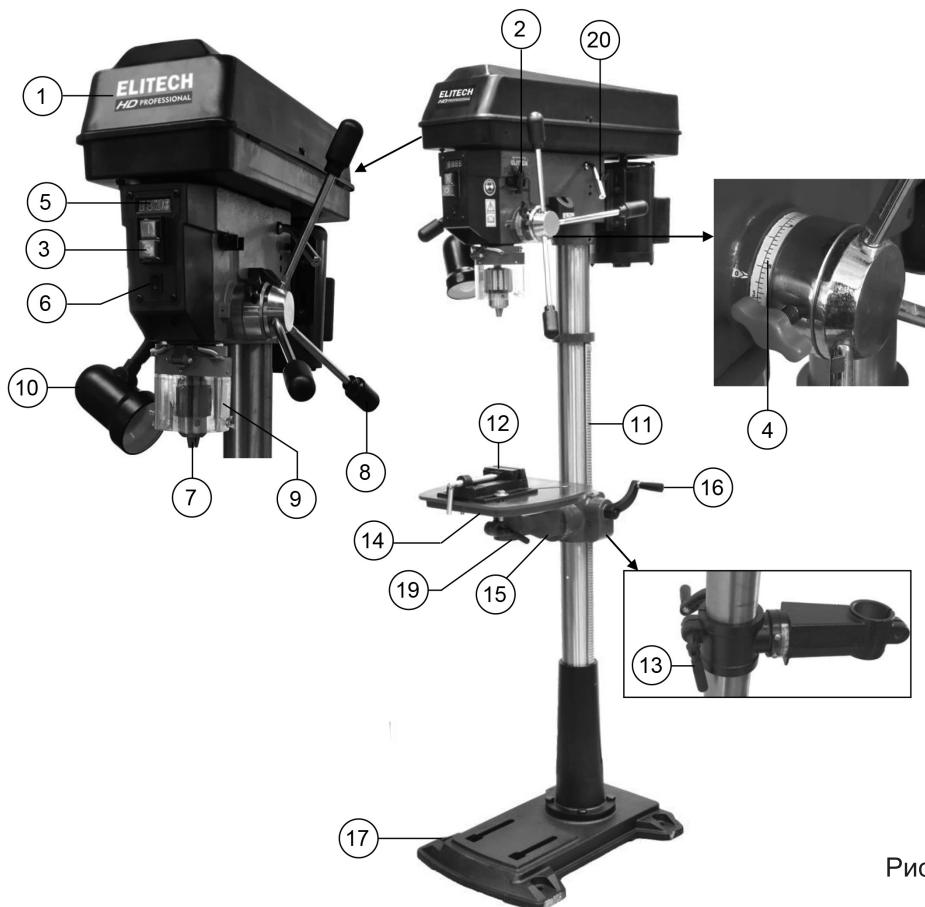
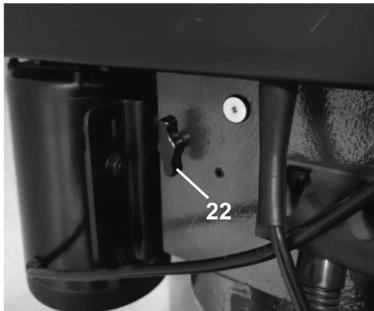
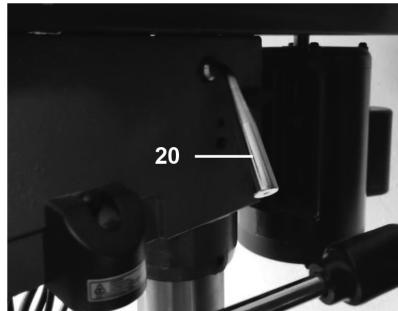

Рис. 3
Рис. 15
Рис. 16
Для этого ослабьте два винта 22 (рис.15) и рычагом 20 (рис. 16) ослабьте натяжение клинового ремня под крышкой кожуха ременной передачи. Откройте крышку кожуха ременной передачи 1 (рис. 3) и переместите ремень на другой шкив, натяните ремень рычагом (20) и зафиксируйте винты (22).